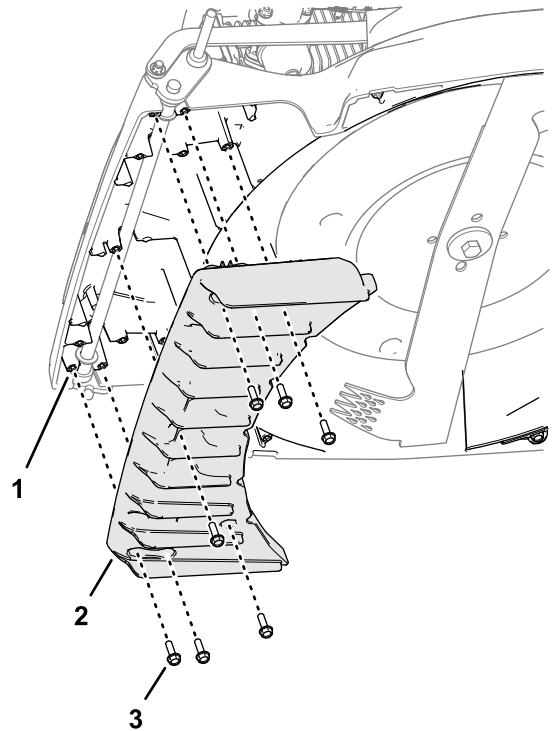

Figura 7
2. Rimuovete le 7 vite autofilettanti a testa flangiata (6 x 20 mm) che fissano le alette anteriori ai supporti del piatto di taglio e rimuovete le alette (Figura 7).